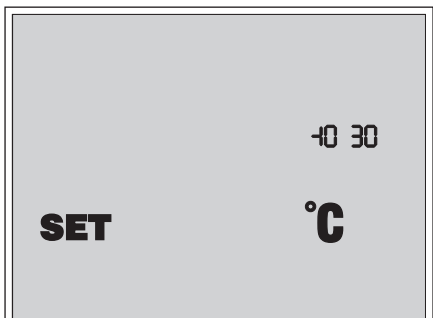

Рис. 14. Налаштування датчиків температури
- Дисплей панелі керування відображає налаштування температури датчика каналної температури та датчика захисту від обмерзання (рис. 14).